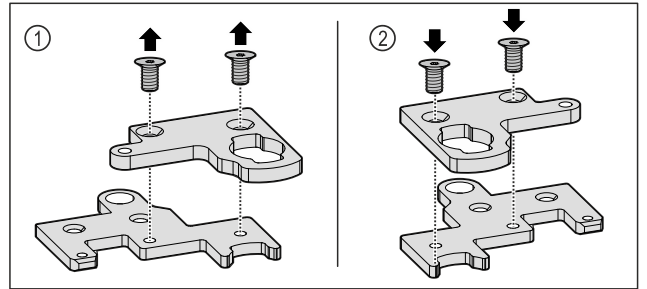

Fig. 34
- ▶ Zbërtheni profilin e menteshës me dy pjesë. Fig. 34 (1)
- ▶ Rrotulloni me 180° profilin e menteshës me dy pjesë dhe mbërthejeni përsëri. Fig. 34 (2)